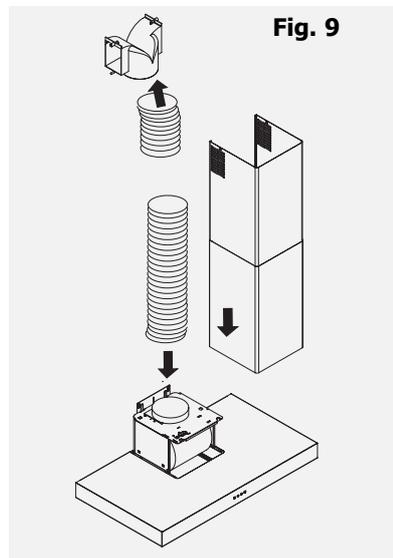

Fig. 9
- Préparez votre cheminée en prenant soin de placer les ouïes vers le haut de manière qu'elles soient visibles (fig. 9).